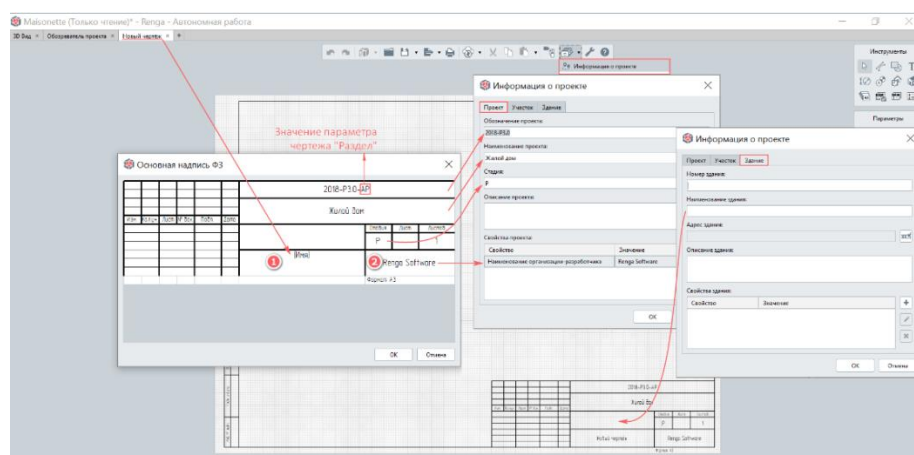

Рисунок 4 – Информация о проекте
- заполнить информацию о проекте, см. рис. 4.